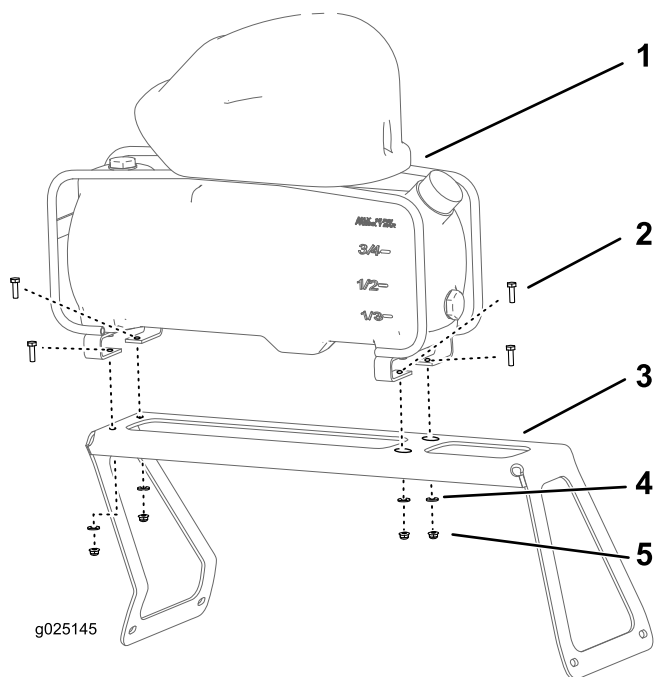

图3
1. 如图3所示，将泡沫标记水箱和压缩机与安装支架对齐。
2. 用 4 个螺栓 (1/4 x 7/8 英寸)、4 个垫圈 (1/4 in) 和 4 个凸缘锁紧螺母 (1/4 英寸) 将水箱和压缩机固定到支架上 (图3)。